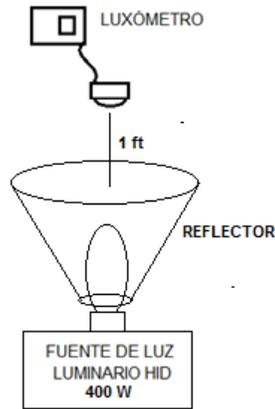

Figura 5. Reflector sobre la lámpara.
6.- Coloque el reflector cónico sobre la lámpara según lo muestra la figura 5. Tome la medición de iluminación a un pie (0.3048 m) sobre la vertical en unidades foot-candles. Registre el resultado: